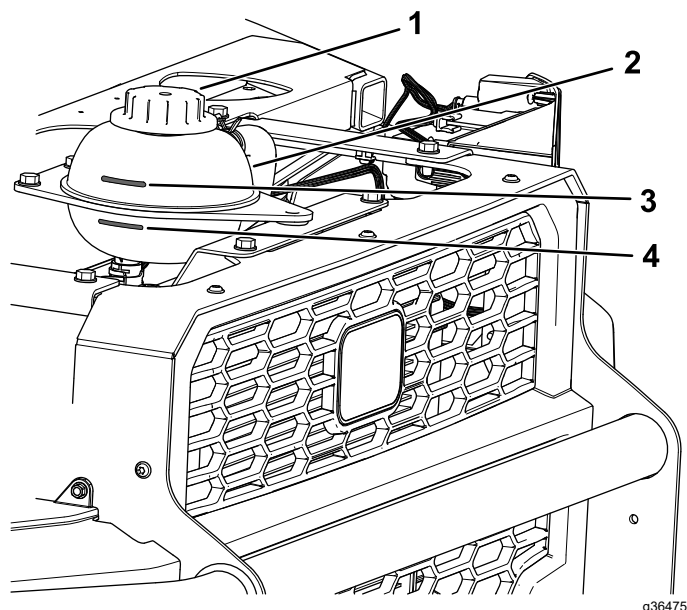

Bild 106
4. Prüfen Sie den Kühlmittelstand im Kühlmittelbehälter (Bild 106).